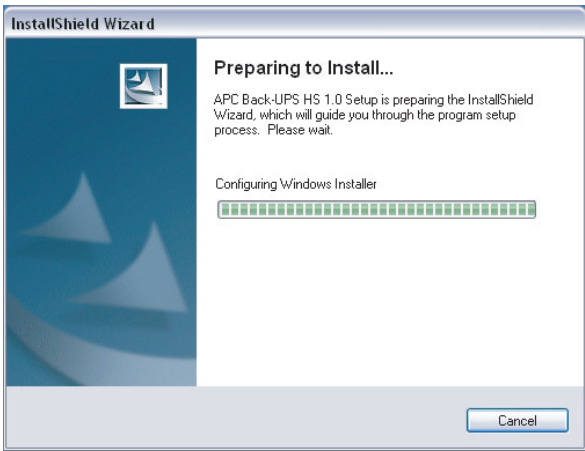

Рисунок 1. Окно программы InstallShield Wizard
2. Дважды щелкните иконку дисковода **CD-ROM**, а затем снова дважды – иконку setup.exe. При этом запустится программа инсталляции, которая выведет на дисплей окно **Мастера установки (InstallShield Wizard)** (Рис. 1). После этого начнется процедура инсталляции ПО. Для её прекращения нажмите кнопку **Cancel (Отмена)**.